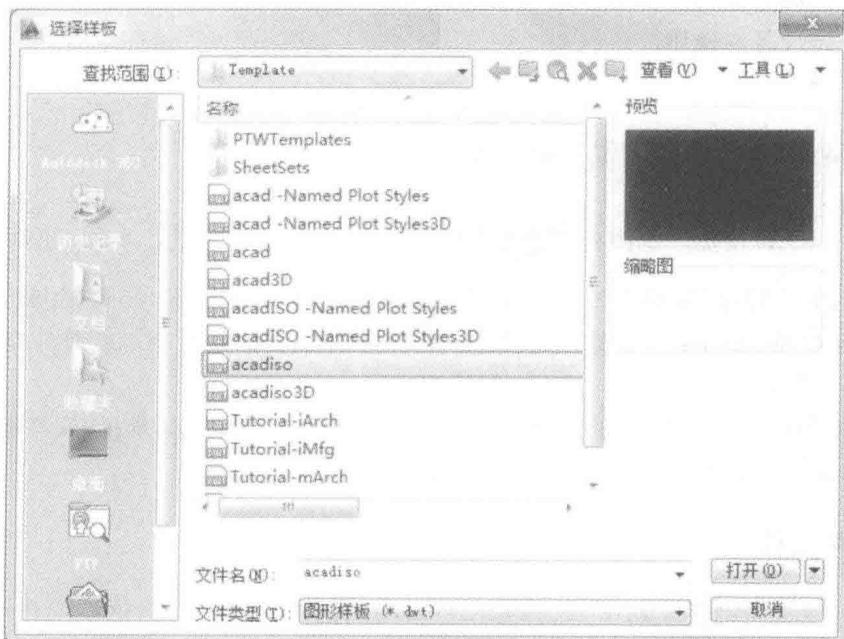

图 1-2 “选择样板”对话框
单击“标准”工具栏上的“新建”按钮 执行新建命令，出现“选择样板”对话框，在模板列表框中选定样板，如图 1-2 所示，新建文件。
(1) 选择“文件”|“新建”命令，出现“选择样板”对话框，在样板列表框中选定 acadiso.dwt，如图 1-2 所示，单击“打开”按钮。